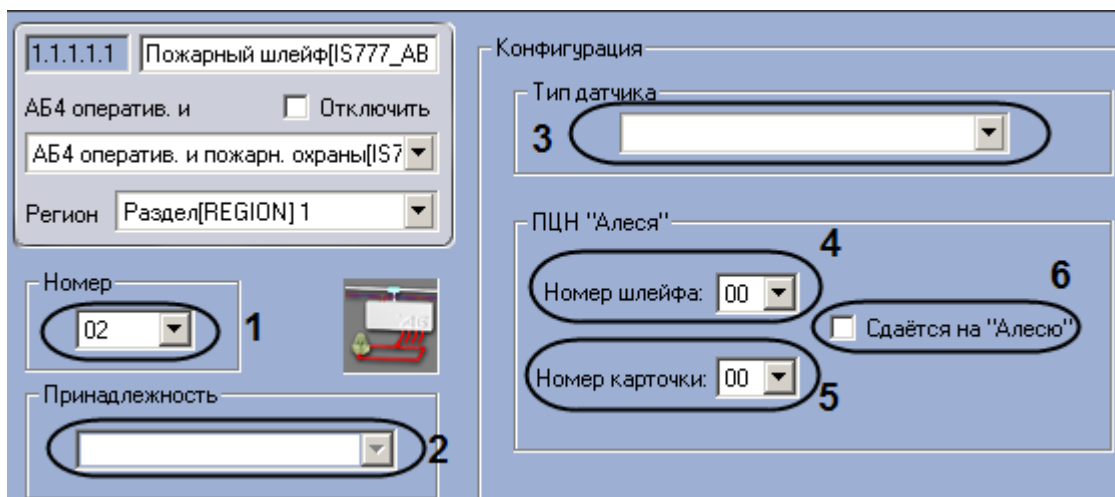

Рис. 3.7—20. Настройка охранного шлейфа
2. Из раскрывающегося списка **Номер** выбрать аппаратный адрес пожарного шлейфа (см. Рис. 3.7—20, 1).
3. Из раскрывающегося списка **Принадлежность** выбрать объект **Зона пожаротушения**, к которому относится данный пожарный шлейф (см. Рис. 3.7—20, 2).